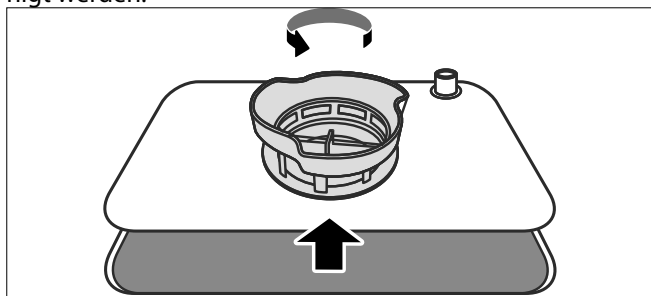

Abb. 19 – Feinfilter lösen
- Um das Filtersystem zu entnehmen, drehen Sie den Feinfilter entgegen den Uhrzeigersinn (siehe **Abb. 19**).